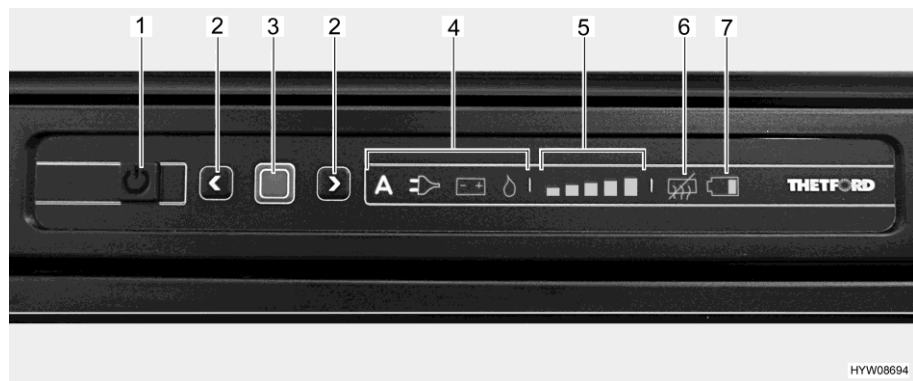

Fig. 197 Cuadro de mando de LED (frigorífico Thetford)
- Presionar la tecla On/Off (Fig. 197,1) por 1 segundo. La tecla se ilumina de color verde. Después de aprox. 10 segundos, la visualización se atenuará automáticamente por razones de ahorro de energía.
- Pulsar la tecla de confirmación (Fig. 197,3). Se visualizará el modo de funcionamiento seleccionado más recientemente.
- Pulsar la tecla de confirmación (Fig. 197,3) por aprox. 2 segundos. Los símbolos de modo de funcionamiento parpadean.
- Selección manual de energía: seleccionar la fuente de energía deseada usando las teclas de flecha (Fig. 197,2).
- Selección automática de energía (sólo en la versión con selección automática de energía): seleccionar el modo de funcionamiento "A" usando las teclas de flecha (Fig. 197,2).
- Confirmar la selección con la tecla de confirmación (Fig. 197,3).
- Pulsar de nuevo la tecla de confirmación (Fig. 197,3). El indicador de nivel de refrigeración (Fig. 197,5) parpadea.
- Para cambiar el ajuste, pulsar las teclas de flecha (Fig. 197,2) hasta que se visualice el ajuste deseado.
- Pulsar la tecla On/Off (Fig. 197,1) por aprox. 2 segundos. Todas las lámparas se apagan. El frigorífico está desconectado.
Una vez conectado, el frigorífico automáticamente seleccionará el ajuste del termostato seleccionado más recientemente. Este reajuste puede modificarse manualmente con las teclas de flecha (Fig. 197,2). Pasan algunas horas hasta que el frigorífico alcanza la temperatura de servicio normal. Al cambiar a otro modo de funcionamiento, se conservará el ajuste del termostato.